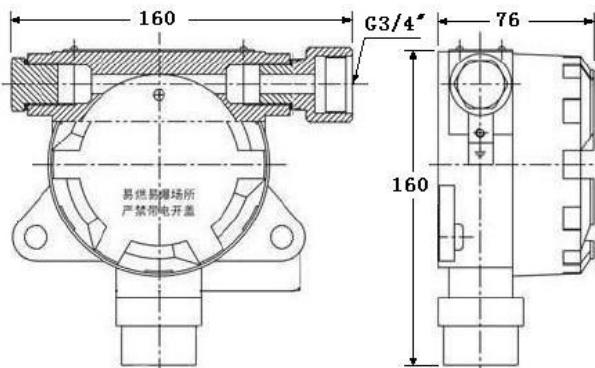

图 1. 外型尺寸图
2.3.1 外型尺寸： 98*131*207 —— (参见图 1.)